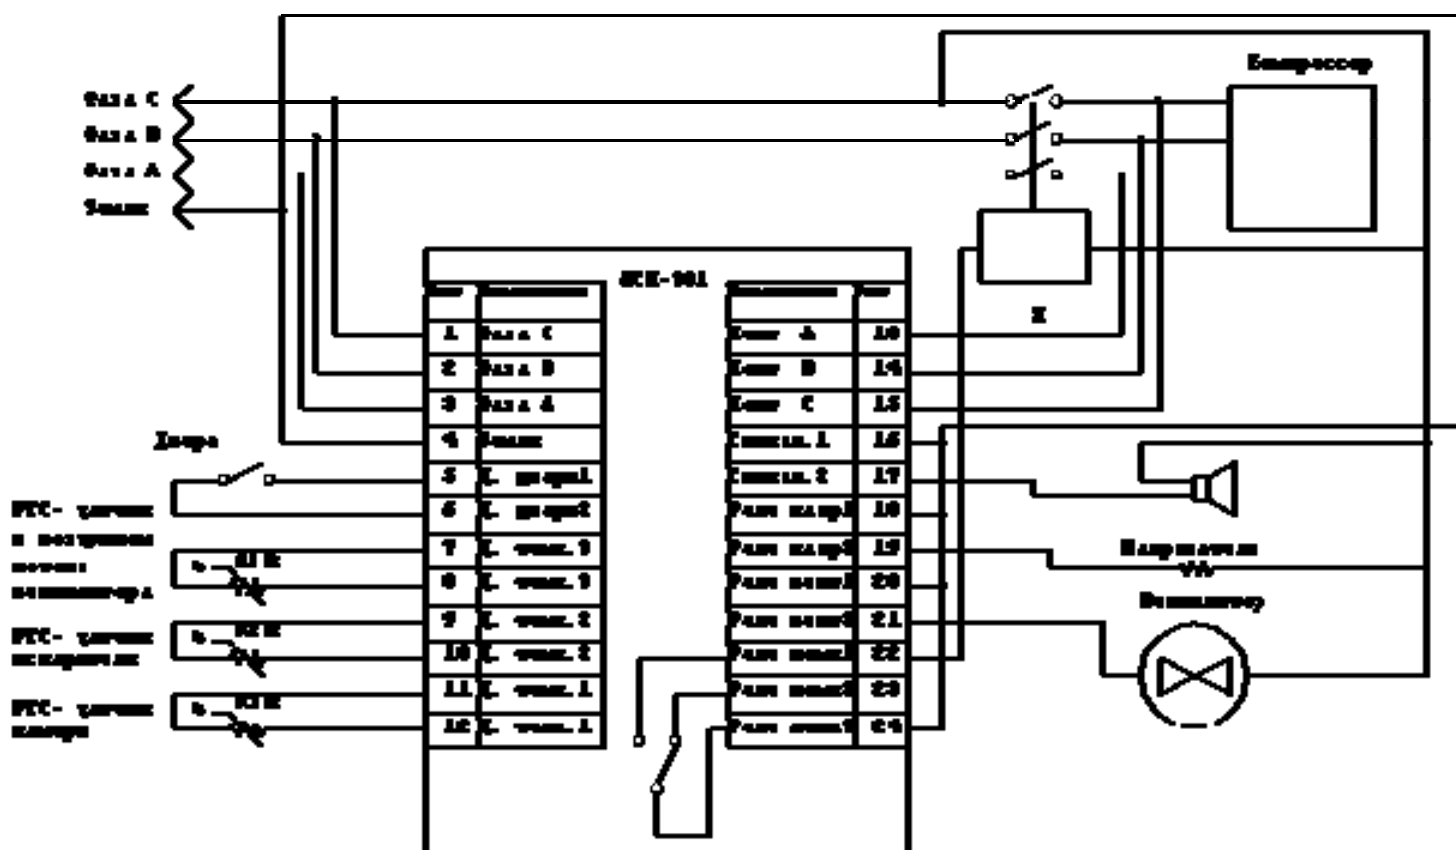

Рисунок 2. Схема подключения МСК-301-83 к трехфазной сети.
3.1. Подключить к MCK-301-83 пускатель компрессора, вентилятор, звонок электрической сигнализации, датчики температуры согласно рис. 2.